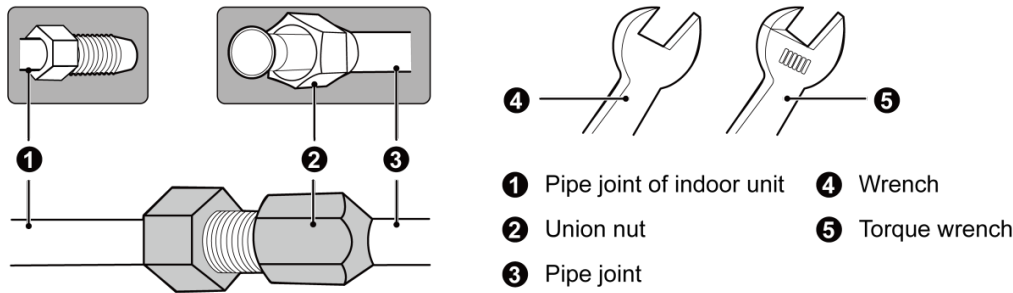

Fig.4.2
(1) Alinee el extremo abocinado de la tubería de cobre con el centro de la unión roscada y luego apriete la tuerca de abocinado con la mano, como se muestra en la Fig.4.2.
(2) Apriete la tuerca de abocinado con una llave dinamométrica.